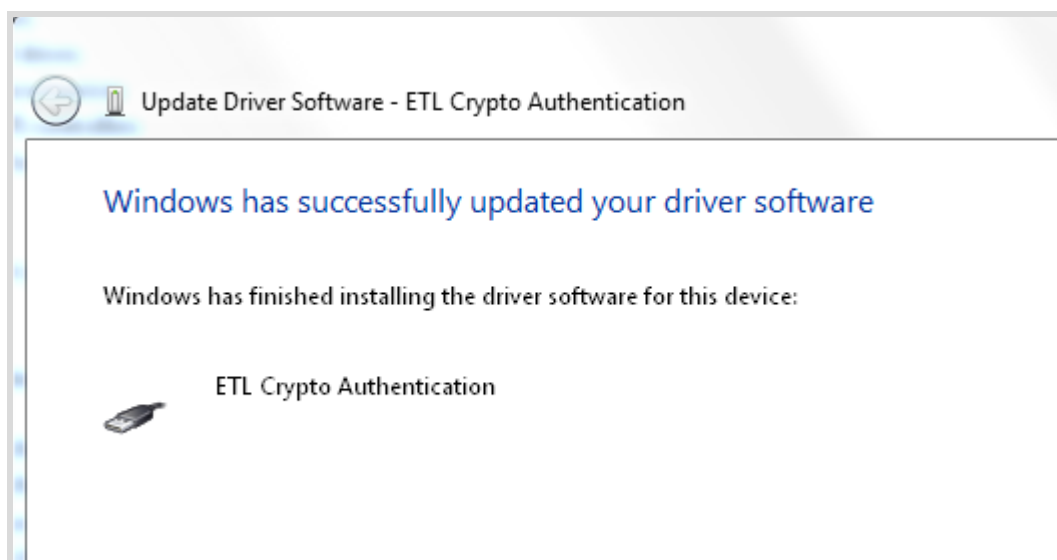

Figura 9. Pantalla de la "Actualización del Programa de Driver" exitosa.
- Espere a que aparezca la pantalla de espera para la "Actualización del Programa de Driver" (Figura 9).